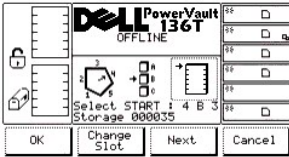

图 40. 命令 > 移动 > 扫描条形码 > 更换槽位对话框
- 1 如果选择**下一步**软键下方的按钮，则当前的源参数将从磁带箱变为槽位，并显示“更换槽位对话框”。请参考图 40。